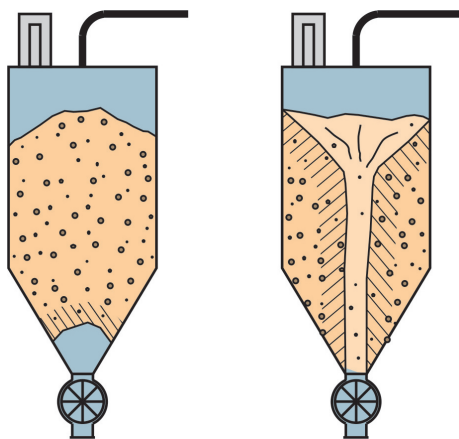

Bild 1: links: Brückenbildung, rechts: Schachtbildung
Mit dem Begriff "gute Fließfähigkeit" wird ausgedrückt, dass ein Schüttgut leicht zum Fließen zu bringen ist. Als "nicht fließend" werden Produkte bezeichnet, die zu Auslaufstörungen neigen (z.B. durch Bildung von Schüttgutbrücken oder Schächten, s. Bild 1) oder sich während Lagerung und Transport verfestigen. Ursache hierfür ist die Druckfestigkeit des Schüttgutes (Schüttgutfestigkeit).
- Brückenbildung (Bild 1).
- Schachtbildung (Bild 1).